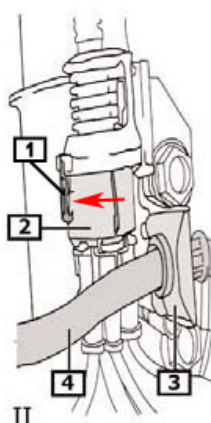

Fig. 3 :
4. **Fig. 3** Véhicules avec affichage de l'usure des plaquettes de frein : débrancher le connecteur (2) : pousser le verrouillage primaire (1) vers le bas, faire tourner le verrouillage secondaire (2) dans le sens de la flèche, retirer la prise de raccordement de câble.